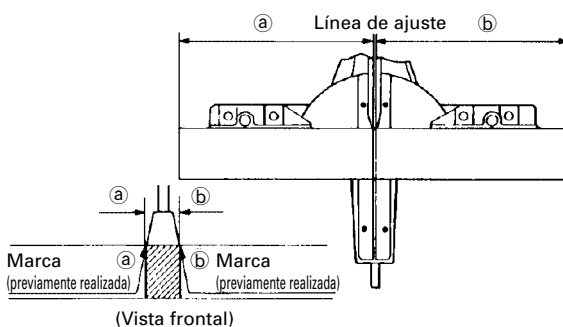

Fig. 19
- (1) Como se muestra en la Fig. 19, la anchura de la hoja de sierra es la de corte. Por lo tanto, deslice la pieza de trabajo hacia la derecha (vista desde la posición del operador) cuando desee la longitud (b), o hacia la izquierda cuando desee la longitud (a).
- (2) Cuando la hoja de sierra haya alcanzado la velocidad máxima, empuje cuidadosamente hacia abajo la empuñadura hasta que la hoja de sierra se acerque a la pieza de trabajo.
- (3) Cuando la hoja de sierra haya entrado en contacto con la pieza de trabajo, empuje gradualmente hacia abajo la empuñadura para cortar dicha pieza.
- (4) Después de haber cortado la pieza de trabajo con la profundidad deseada, desconecte la alimentación de la herramienta eléctrica y deje que la hoja de sierra se pare completamente antes de levantar la empuñadura de la pieza de trabajo para devolverla a su posición de completamente retraída.